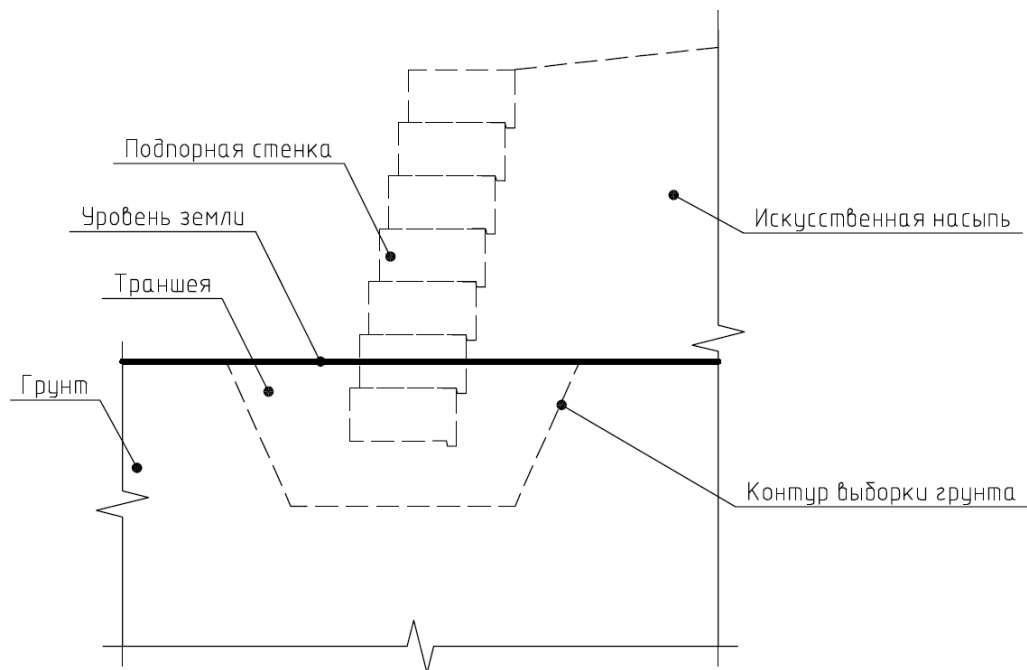
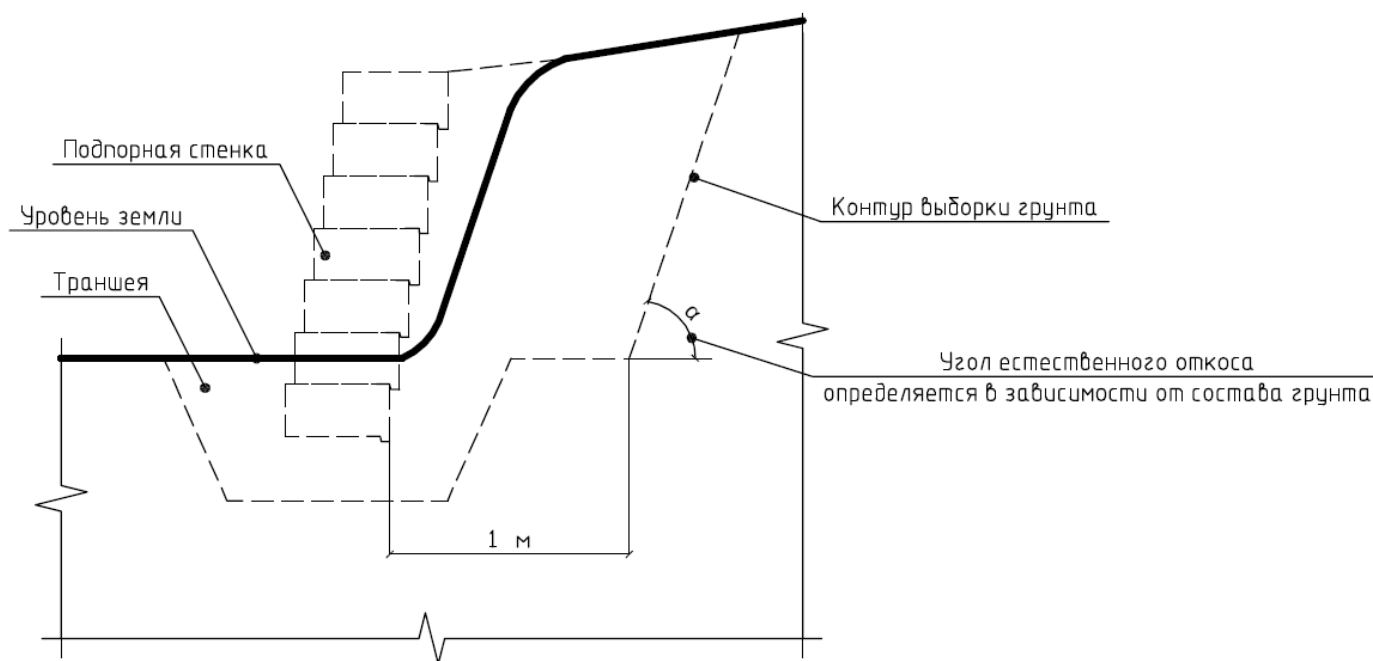

Рис.3.1.1 Подготовка площадки в условиях гладкого рельефа.
Рис.3.1.2. Подготовка площадки при условии сильного перепада высот.
- 3.3 Способ подготовки площадки выбирается исходя из условий рельефа. В том случае, если поверхность ровная, либо перепад уровней земли не значителен, насыпь создается искусственным путем. Если же крутой склон затрудняет монтажные работы, производится выемка грунта с последующей обратной засыпкой в процессе возведения подпорной стенки. Наглядные схемы вышеописанных процессов отображены на Рис.3.1.1 и Рис.3.1.2.